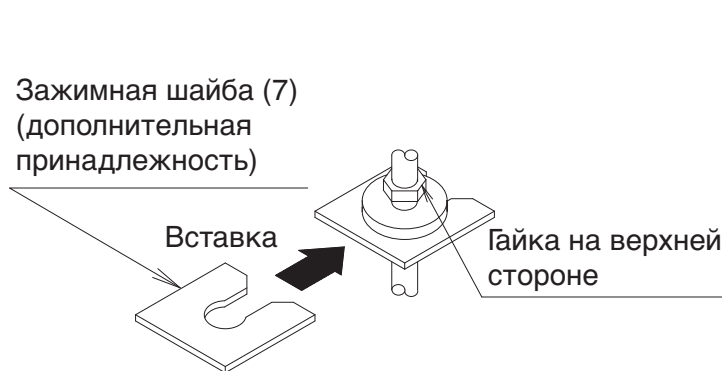

Рис. 3
- Если используется зажимная шайба (7), верхняя шайба подвески (3) может быть защищена от спадания. (См. Рис. 3)